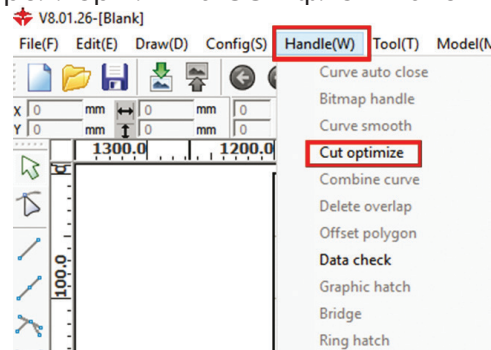

Рис. 8.9.1. Оптимизация траектории в RDWorks
Для англоязычной версии RDWorks V8.01.26 необходимо в меню “Handle (W)” выбрать функцию “Cut optimize”. В окне “Cutting optimize handle” установите значения параметров “Dir” = “Bottom To Up” (снизу-вверх), и “Height” согласно размерам деталей проекта, например, “Height” = 5.0 (рис. 8.9.1-